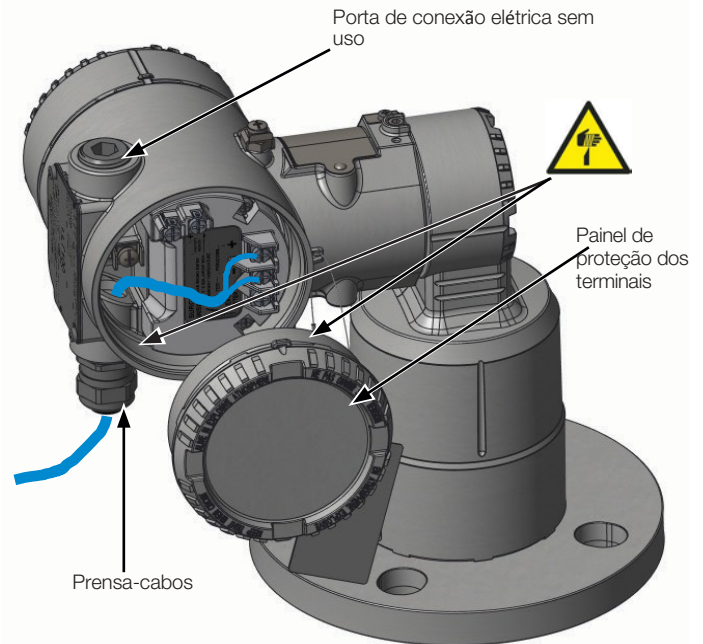

Figura 3 Acesso aos terminais dentro do LLT100
1. Remova a tampa de plástico temporária de uma das duas portas de conexão elétrica (veja na Figura 3).
2. Remova o painel da carcaça no lado “dos terminais” (veja na Figura 3). Consulte as indicações na plaqueta de identificação do instrumento.